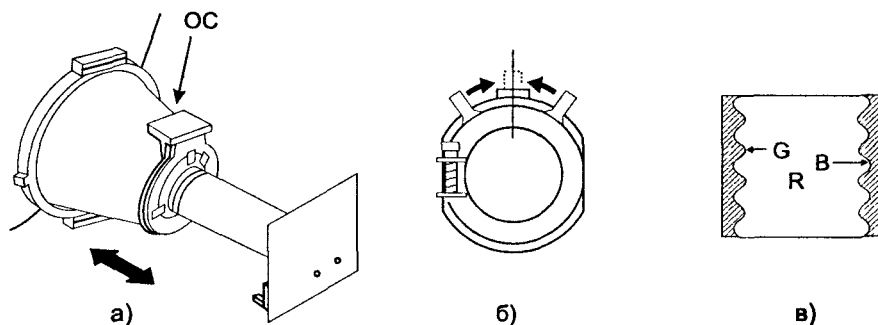

Рис. 2.1. Регулировка магнито-статического устройства
3. Ослабляют крепление хомута ОС, и перемещают ее по горловине назад (рис. 2.1, а). Магнитами чистоты цвета (рис. 2.1, б) необходимо добиться в центре экрана (растра) равномерного красного поля и симметричного расположения по краям раstra «синего» и «зеленого полей» (рис. 2.1, в).